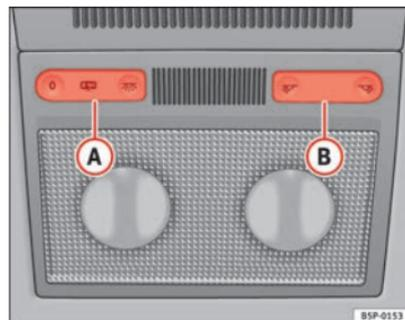
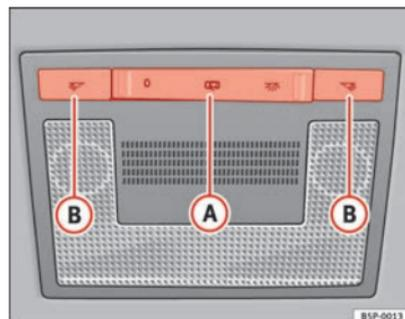

Abb. 78 Ausschnitt aus Dachhimmel: Innenleuchten vorne Typ 1
Abb. 79 Ausschnitt aus Dachhimmel: Innenleuchten vorne Typ 2
Drücken Sie die entsprechende Taste ⇒ Abb. 78 (B) und ⇒ Abb. 79 (B), um die Leseleuchte einzuschalten.